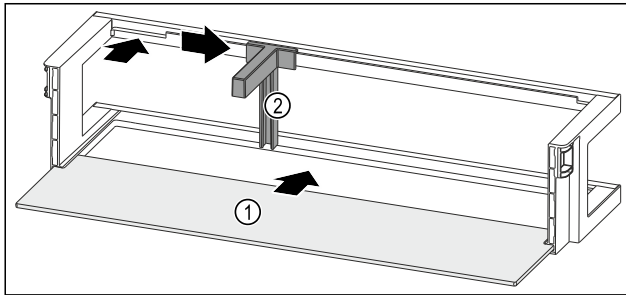

Fig. 53 Лотки на дверцятах з полицею
- ▶ Посуньте полицю Fig. 53 (1) у бічні пази.
- ▶ Вставте тримач пляшок Fig. 53 (2) у паз.
- ▶ Пересуньте тримач пляшок Fig. 53 (2) убік до бажаної позиції.